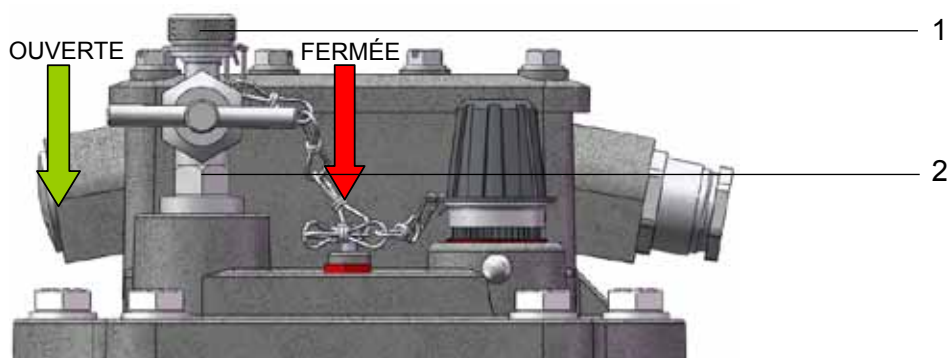

Figure 4 – Soupape de purge d'air
- Dévisser le petit écrou borgne (Fig. 4/ n° 1) de la soupape de purge d'air (Fig. 4/ n° 2)